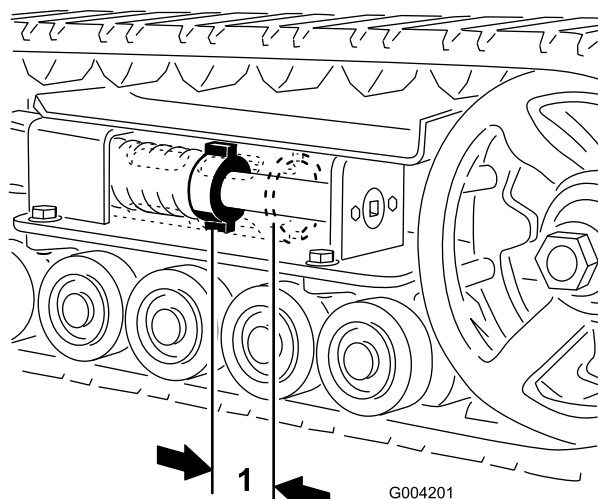
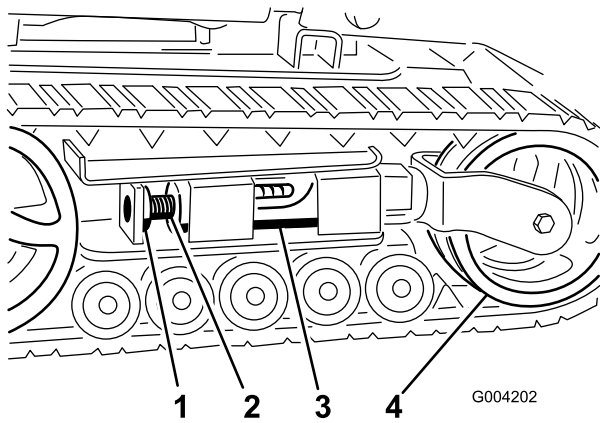
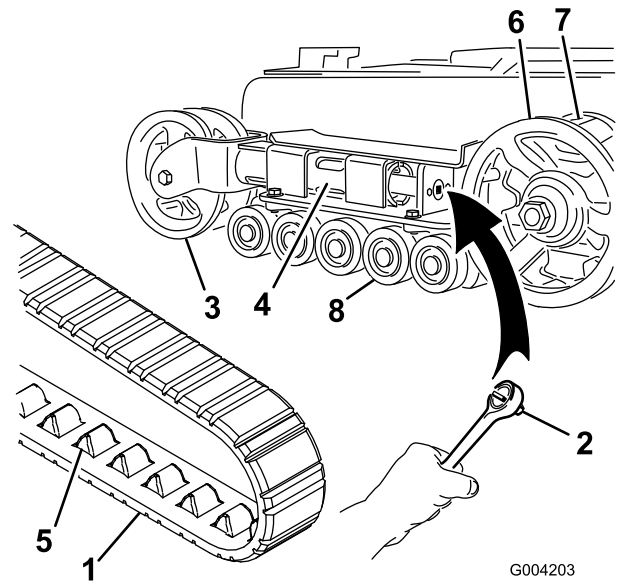
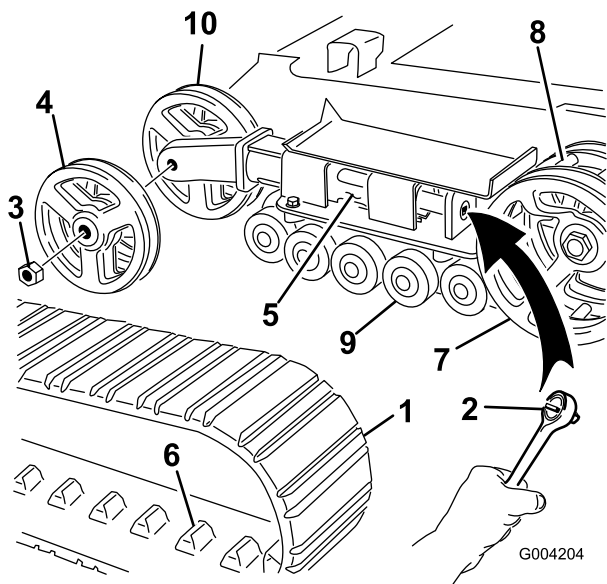

Рисунок 44
Рисунок 45
Рисунок 46
Рисунок 47
Между натяжной гайкой и задней стороной натяжной трубы должен быть зазор 2-3/4 дюйма (7 см) (Рисунок 44). Если это не так, отрегулируйте натяжение гусеницы, используя следующую методику:
3. Отвинтите зажимной болт и гайку (Рисунок 45).
4. Используя сменную головку размером 1/2 дюйма (Рисунок 46), поворачивайте натяжной винт против часовой стрелки до тех пор, пока расстояние между натяжной гайкой и задней стороной натяжной трубы (Рисунок 44) не станет равным 2-3/4 дюйма (7 см).
5. Совместите ближайшую выемку в натяжном винте с отверстием в зажимном болте и закрепите винт при помощи зажимного болта и гайки (Рисунок 45).
4. Используя сменную головку размером 1/2 дюйма, ослабьте натяжение привода, вращая натяжной винт по часовой стрелке (Рисунок 45 и Рисунок 46).
5. Надавите на натяжной каток в направлении задней части тягового блока, чтобы придвинуть трубу вилки к каркасу (Рисунок 46). (Если она не касается каркаса, продолжайте вращать натяжной винт до тех пор, пока труба вилки не приблизится вплотную к каркасу.)
7. Когда гусеница будет снята с натяжного катка, снимите ее с ведущего колеса и опорных катков (Рисунок 46).
8. Начиная с ведущего колеса, проложите вокруг него новую гусеницу, убедившись, что выступы на гусенице входят в зазор между проставками на колесе (Рисунок 46).
9. Протолкните гусеницу под опорные катки и одновременно между ними (Рисунок 46).
11. Вращайте натяжной винт против часовой стрелки до тех пор, пока расстояние между натяжной гайкой и задней стороной трубы вилки (Рисунок 44) не станет равным 2-3/4 дюйма (7 см).
- Отвинтите зажимной болт и гайку (Рисунок 45).
- Используя сменную головку размером 1/2 дюйма, ослабьте натяжение привода, вращая натяжной винт по часовой стрелке (Рисунок 45 и Рисунок 47).
- Надавите на натяжной каток в направлении задней части тягового блока, чтобы придвинуть трубу вилки к каркасу (Рисунок 47). (Если она не касается каркаса, продолжайте вращать натяжной винт до тех пор, пока труба вилки не приблизится вплотную к каркасу.)
- Отвинтите гайку, которая крепит внешний натяжной каток, и снимите каток (Рисунок 47).
- Снимите гусеницу (Рисунок 47).
- Отвинтите гайку, которая крепит внутренний натяжной каток, и снимите каток (Рисунок 47).
- Установите внутренний натяжной каток и закрепите его отвинченной ранее гайкой (Рисунок 47).
- Установите новую гусеницу, убедившись, что выступы на гусенице входят в зазор между проставками в средней части ведущего колеса (Рисунок 47).
- Установите внешний натяжной каток и закрепите его отвинченной ранее гайкой (Рисунок 47).
- Вращайте натяжной винт против часовой стрелки до тех пор, пока расстояние между натяжной гайкой и задней стороной натяжной трубы (Рисунок 44) не станет равным 2-3/4 дюйма (7 см).